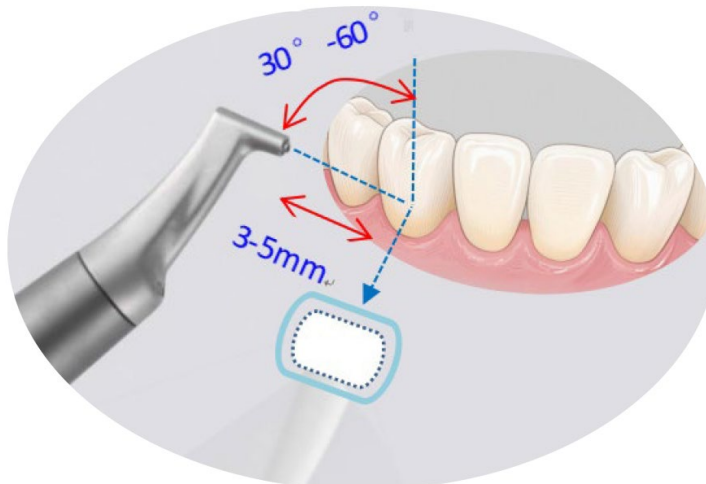

Рис. 1. Схема наддесневой воздушно-абразивной обработки
3.3.5 Во время обработки направьте сопло на поверхность зуба. Поддерживайте расстояние 3–5 мм между выходным отверстием сопла и поверхностью зуба и удерживайте сопло под углом 30°–60° к поверхности зуба, как показано на рис. 1.